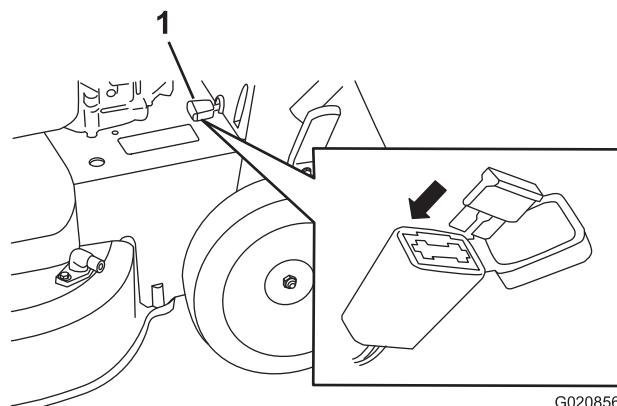

Figure 36
1. Ouvrez le porte-fusible hermétique et remplacez le fusible (Figure 36).
- Déposez l'ensemble déflecteur arrière et levier de verrouillage du guidon (Figure 36).